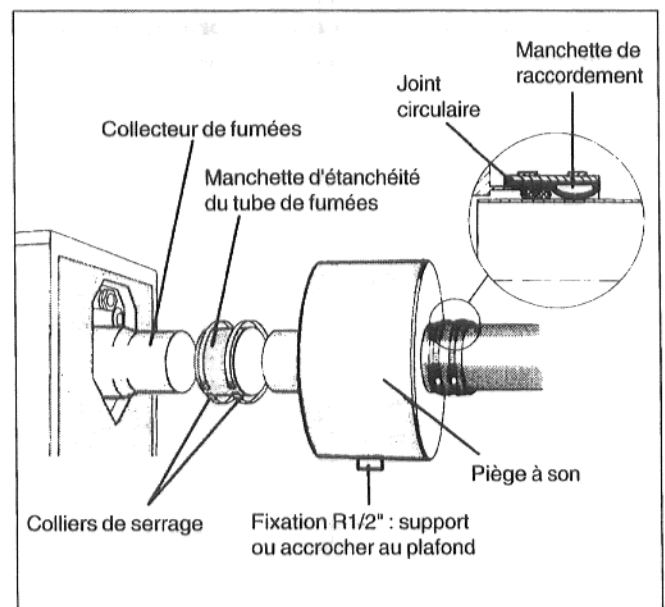

Fig. 8 Montage horizontal, distance au mur min. 700 mm
Un piège à son (Fig. 8) est inclus dans la livraison des chaudières à brûleur fioul flamme bleue (Fig. 8)
- Placer un collier de serrage autour du collecteur de fumées, et un autre autour de l'extrémité cylindrique du silencieux fumées (Fig. 8).
- Glisser le tube de fumée suivant dans la sortie d'évacuation libre du piège à son. Glisser le cordon d'étanchéité rond dans la fente située entre le tube de fumée et la tubulure du piège à son. Fixer la manchette selon la figure 8.